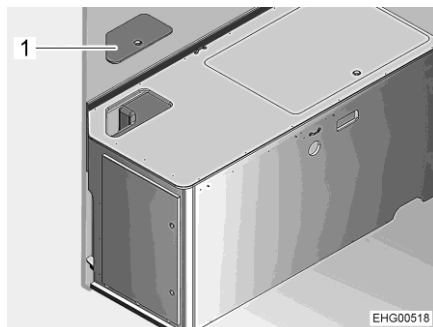

Bild 120 Sänglåda vänster
- Ta av servicelucka (Bild 120,1).